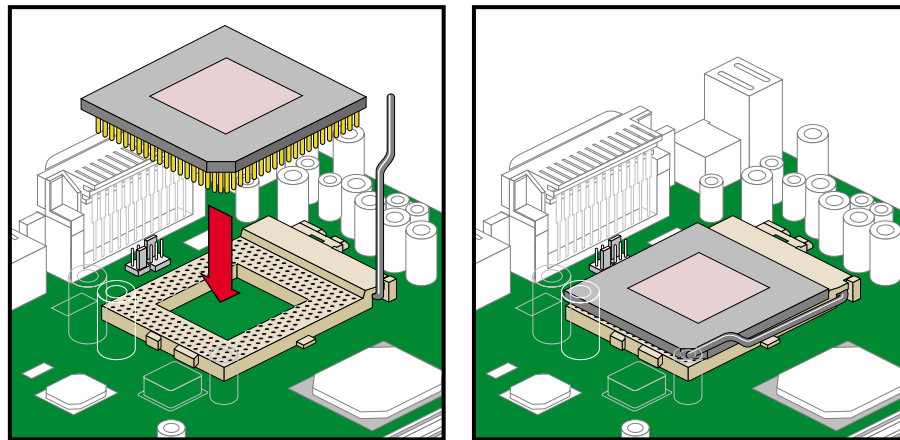

Abbildung 3-3 Installieren einer CPU
2. Setzen Sie die neue CPU in den CPU-Steckplatz ein. Achten Sie darauf, Stift 1 (durch die abgeschrägte Ecke gekennzeichnet) der CPU mit Loch 1 des Steckplatzes zu verbinden. Drücken Sie den Steckplatzhebel nach unten, um die neue CPU wie in Abbildung 3-3 gezeigt im Steckplatz zu verriegeln.